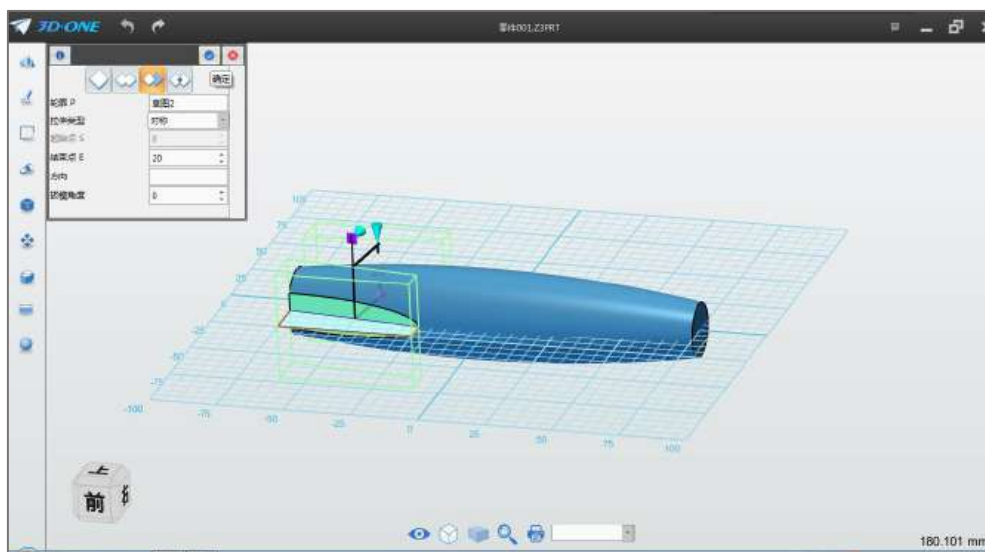

图 1-8
Step 8 点击确定，完成镜像操作。选择拉伸命令 ，布尔运算选择减运算，轮廓选择上步骤绘制的草图，拉伸类型选择对称，结束点输入 20（贯穿即可），如下图 1-8 所示：